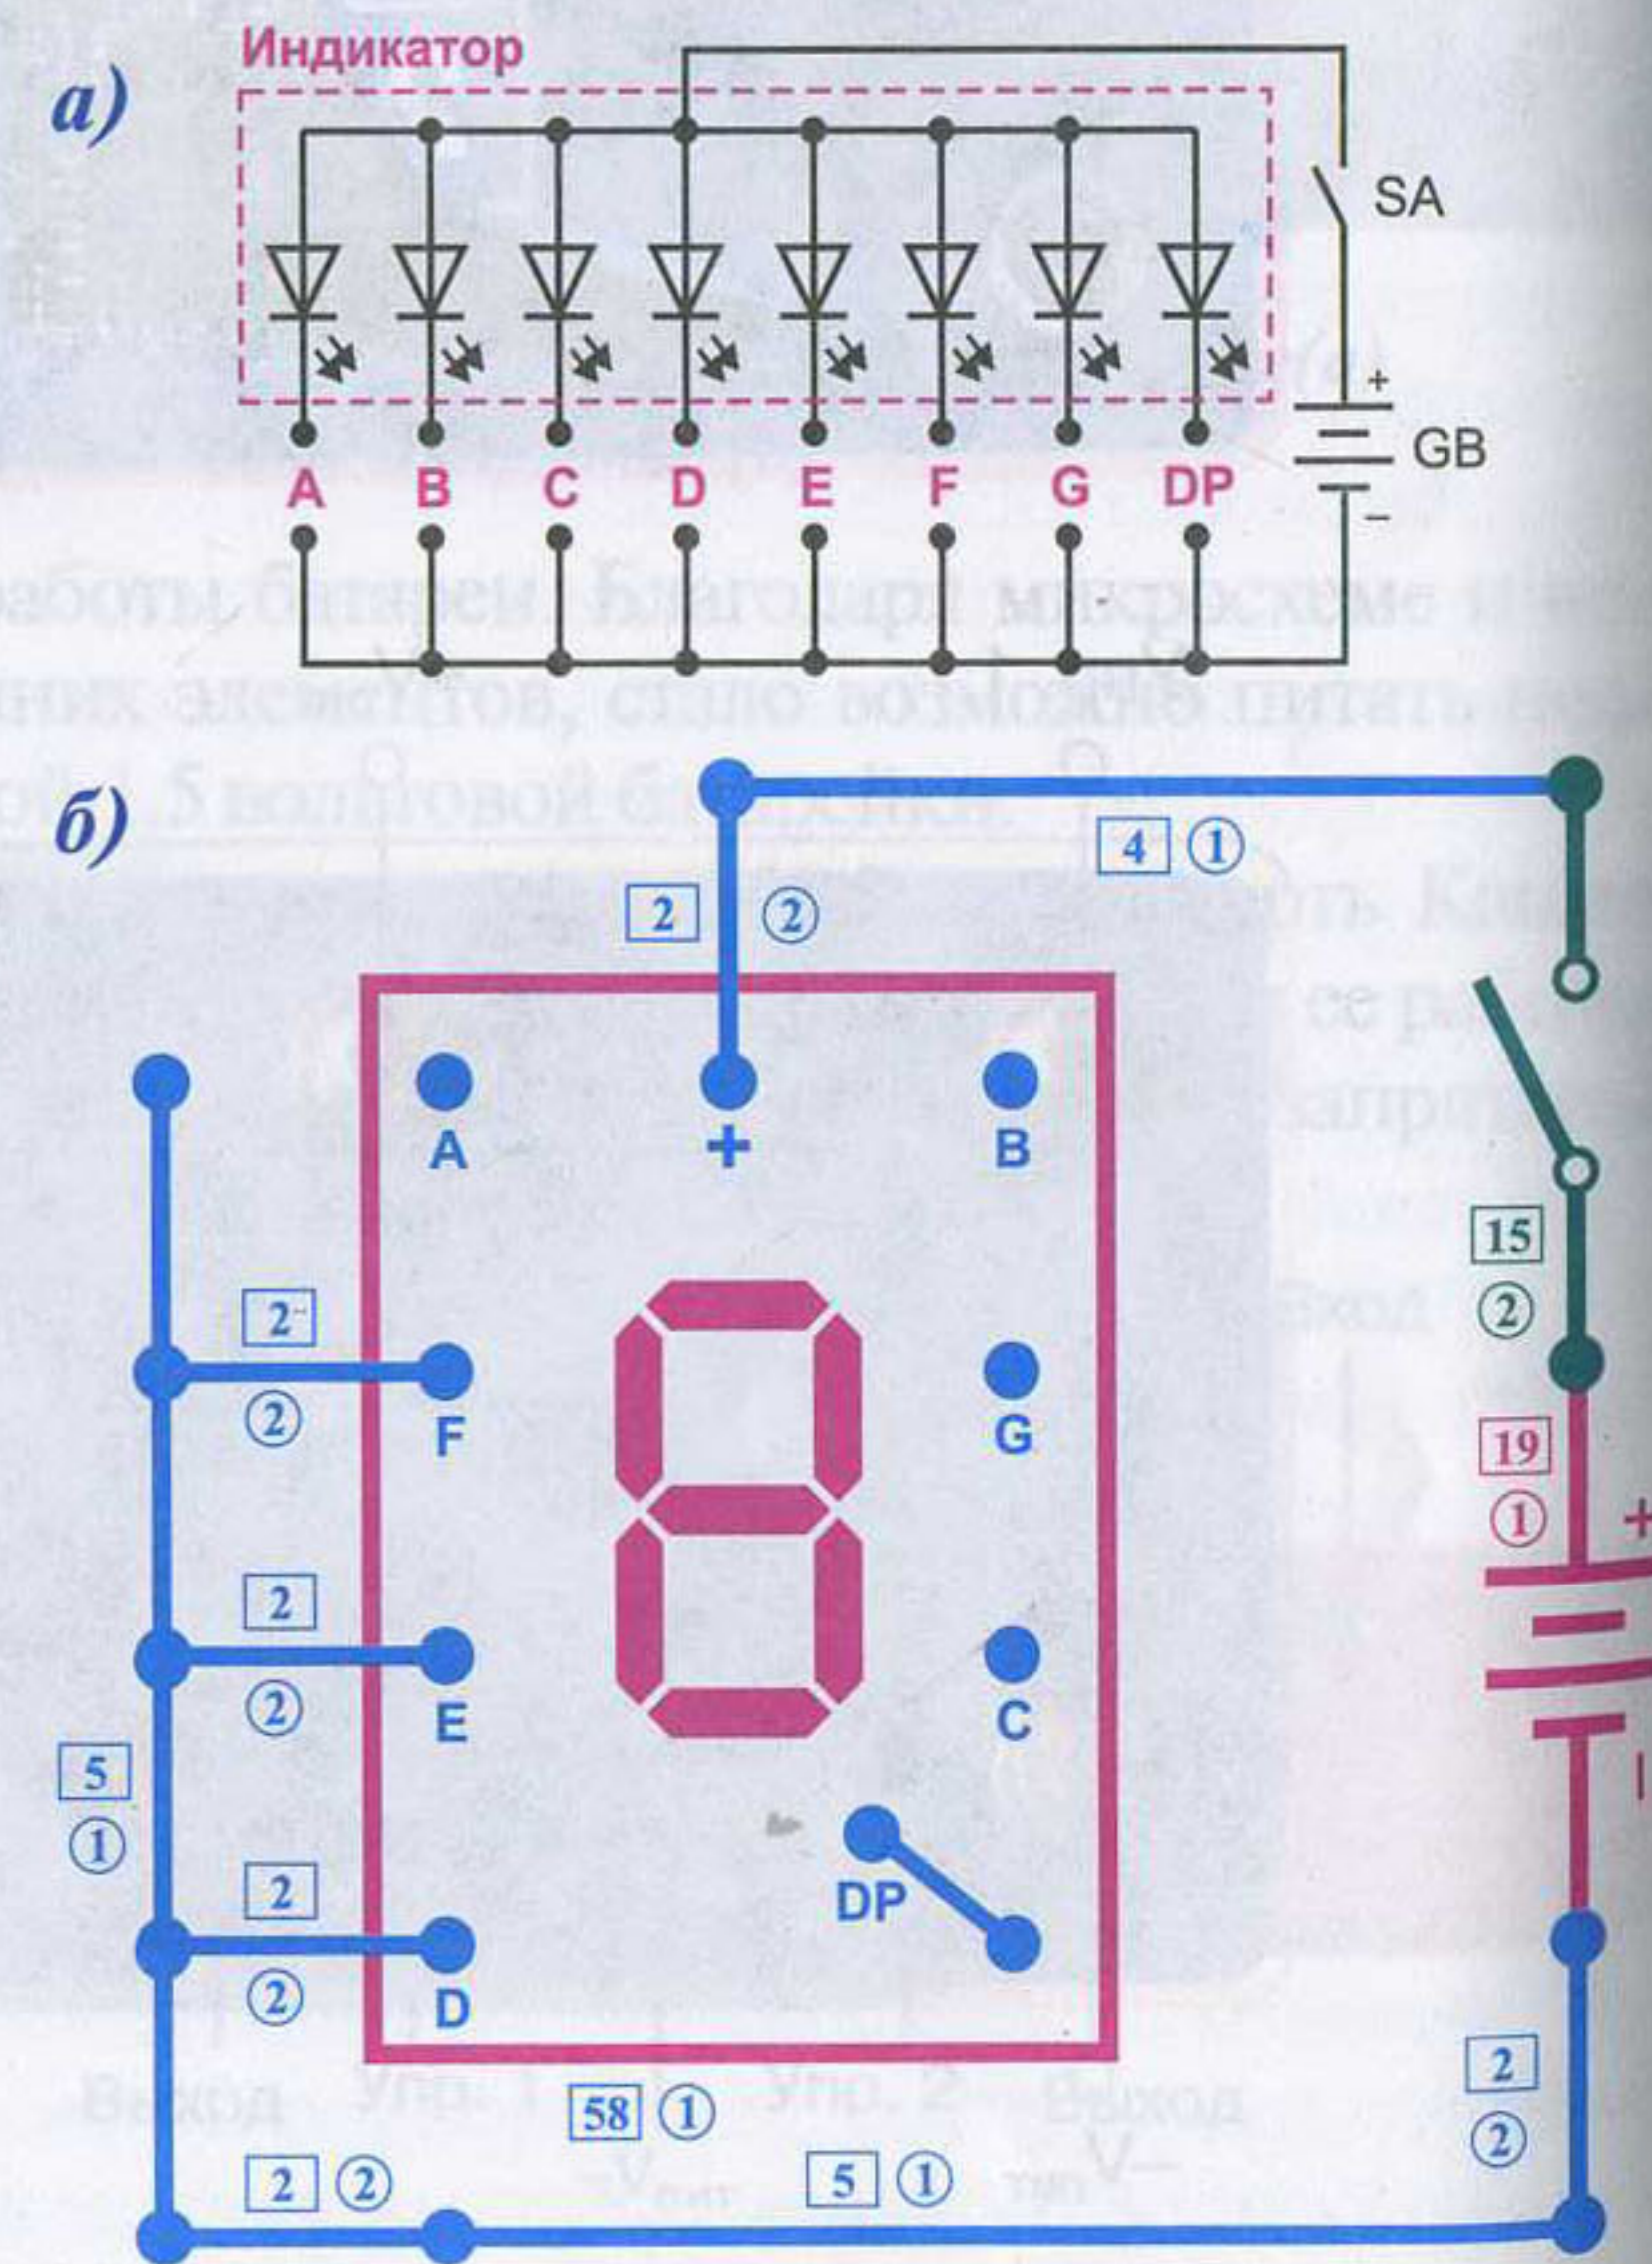

Рис. 19.2. Изучение принципа работы индикатора
Семисегментный индикатор состоит из 7 частей — сегментов (А–G), внутри каждого из них находится светодиод, и на месте точки (DP) еще один. Всего 8 светодиодов. В данном индикаторе все плюсы (аноды) этих светодиодов объединены (рис. 19.2а). Такой индикатор называется индикатором с общими анодами и управляется подачей нулевого потенциала на катоды.
Соберите схему на рис. 19.2б. Замкните выключатель и убедитесь, что на индикаторе появилась буква «L». Подключая различные сегменты индикатора, добейтесь показаний цифр от 0 до 9.